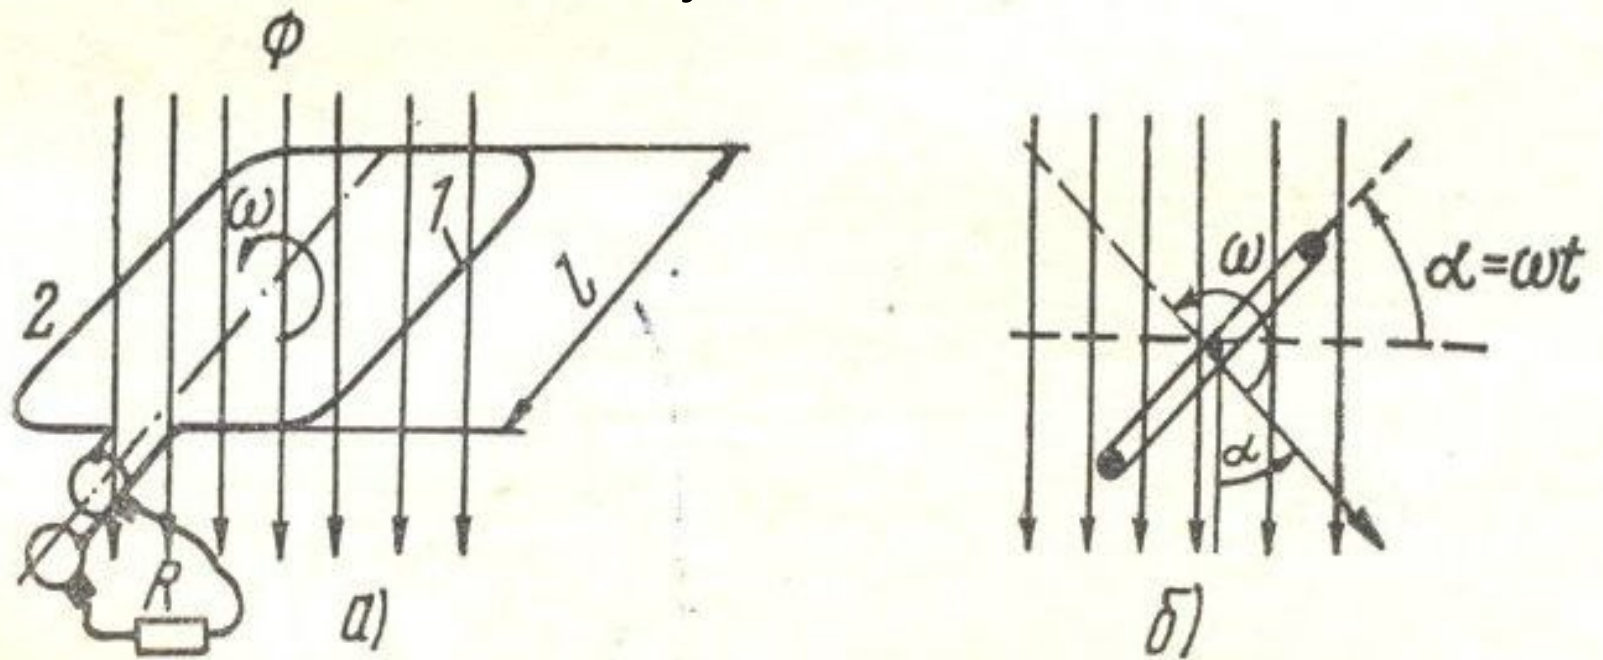

Рис. 5-2. Виток в однородном магнитном поле.
- В равномерное магнитное поле поместим рамку, состоящую из одного витка (рис. 5-2). Рамка вращается с постоянной угловой скоростью ω .
Преобразуем исходное выражение для наведенной эдс (e). См. рис. 5.2